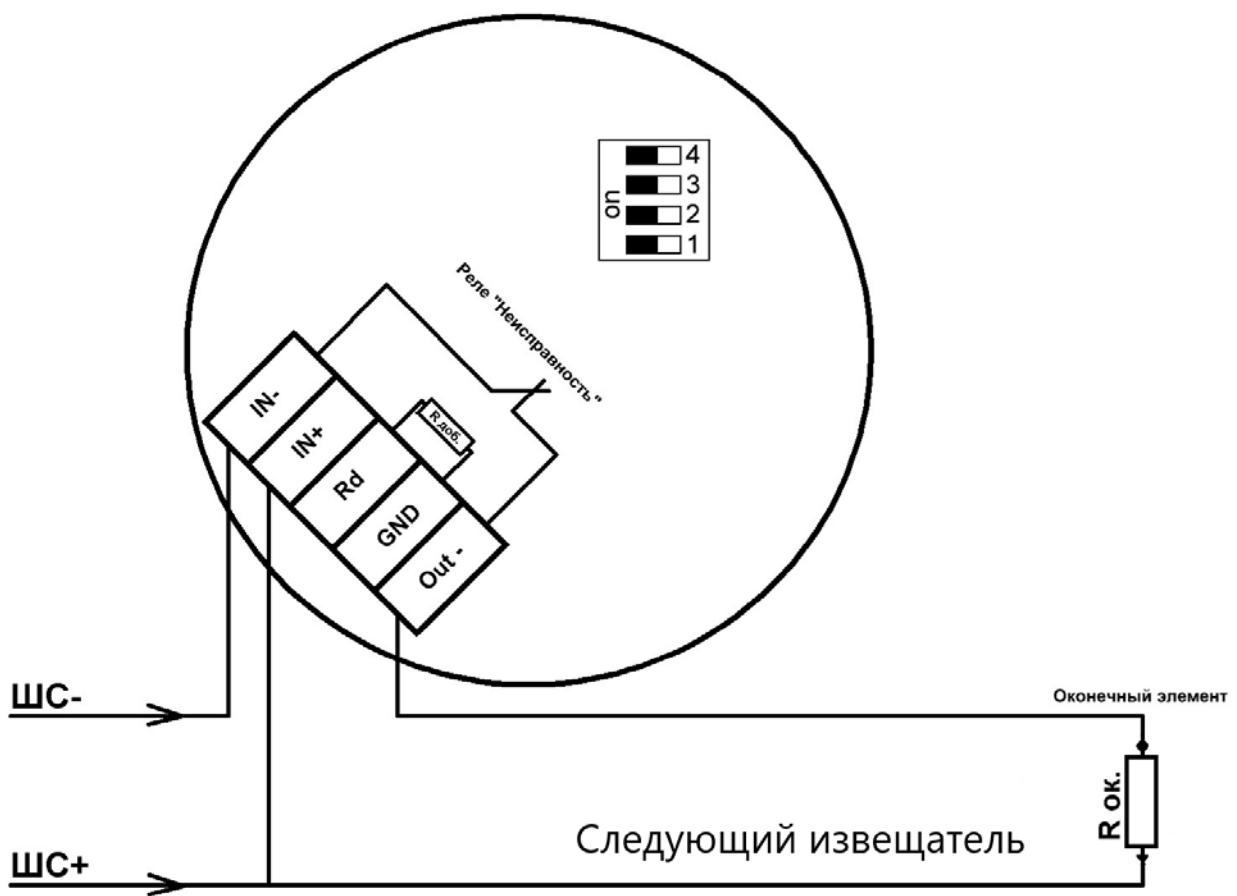

Рисунок 5 – Подключения по 2-х проводной схеме с режимом «Неисправность»
Все внешние провода подводятся к извещателю через внутреннее клеммное отделение, являющееся составной частью извещателя. Используются нажимные клеммы Wago для проводов сечением от  $0,08 \text{ мм}^2$  до  $2,5 \text{ мм}^2$ . Подключение извещателя осуществляется по 2-х проводной линии связи в соответствии с рис. 5 настоящего РЭ.
- осуществить монтаж соединительного кабеля в кабельном вводе и соединить проводники в соответствии со схемой подключения к ППК, рис. 5.